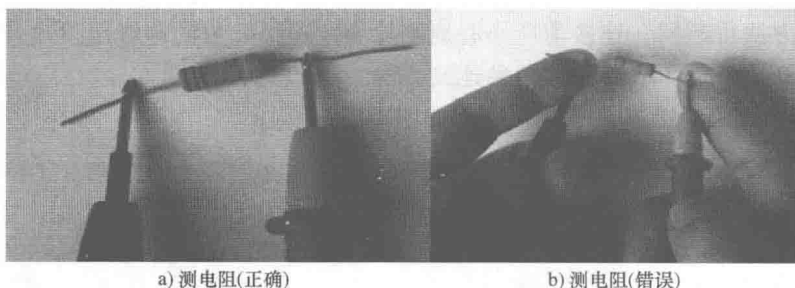

图 1-20 万用表测电阻的方法
4) 测量电阻时, 不要用手触及电阻两端裸露的部分(或两支表笔的金属部分), 以免人体电阻与被测电阻并联, 使测量结果不准确, 如图 1-20 所示。